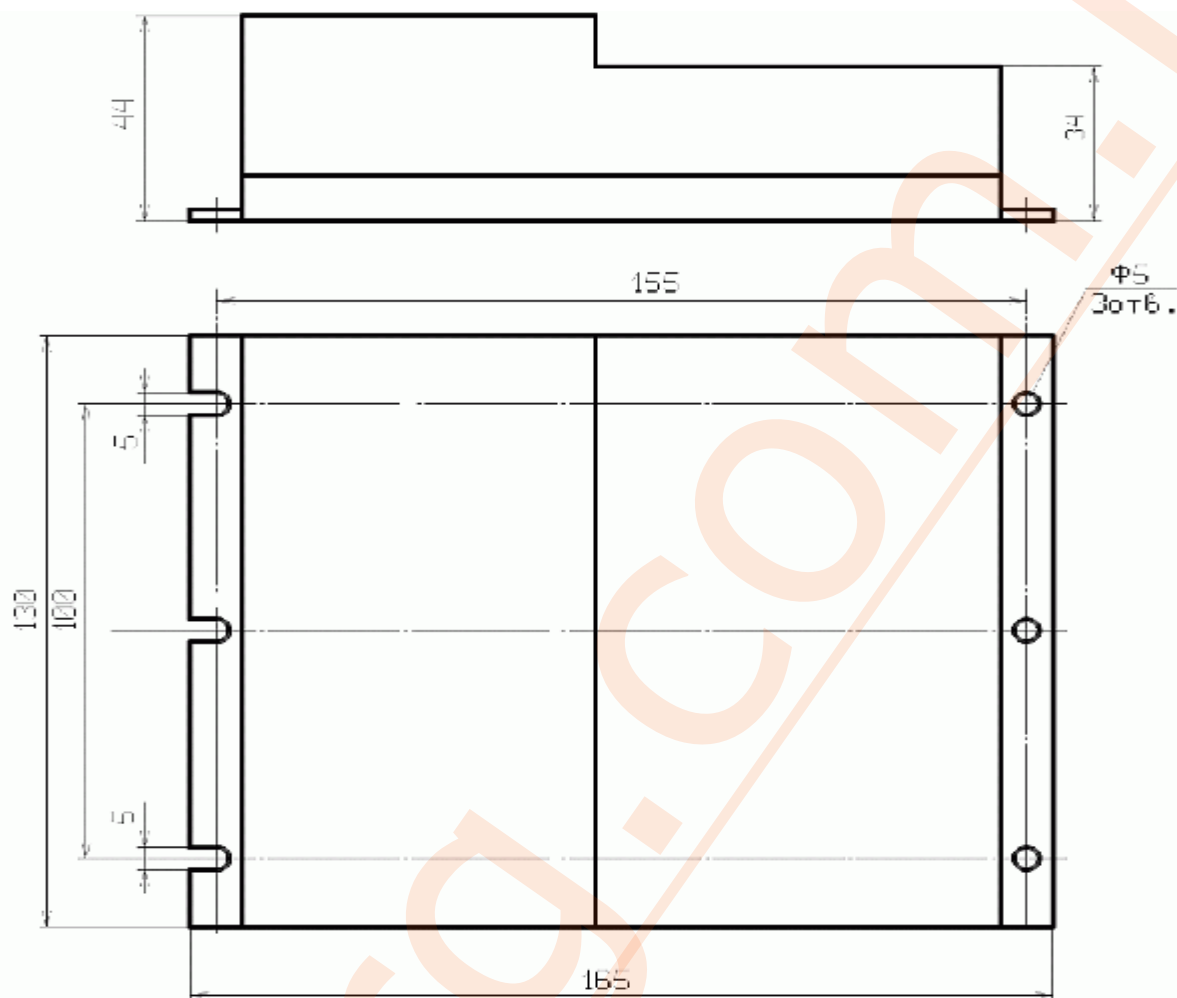
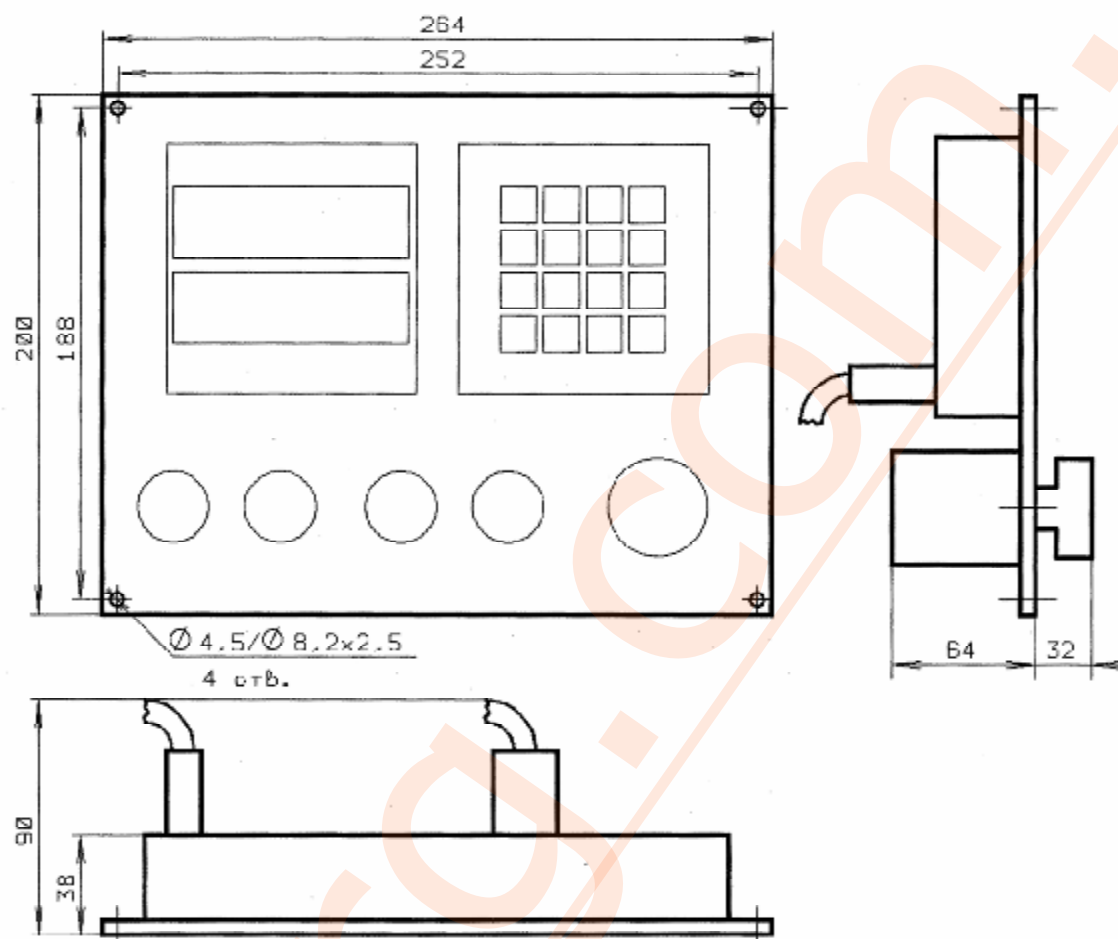
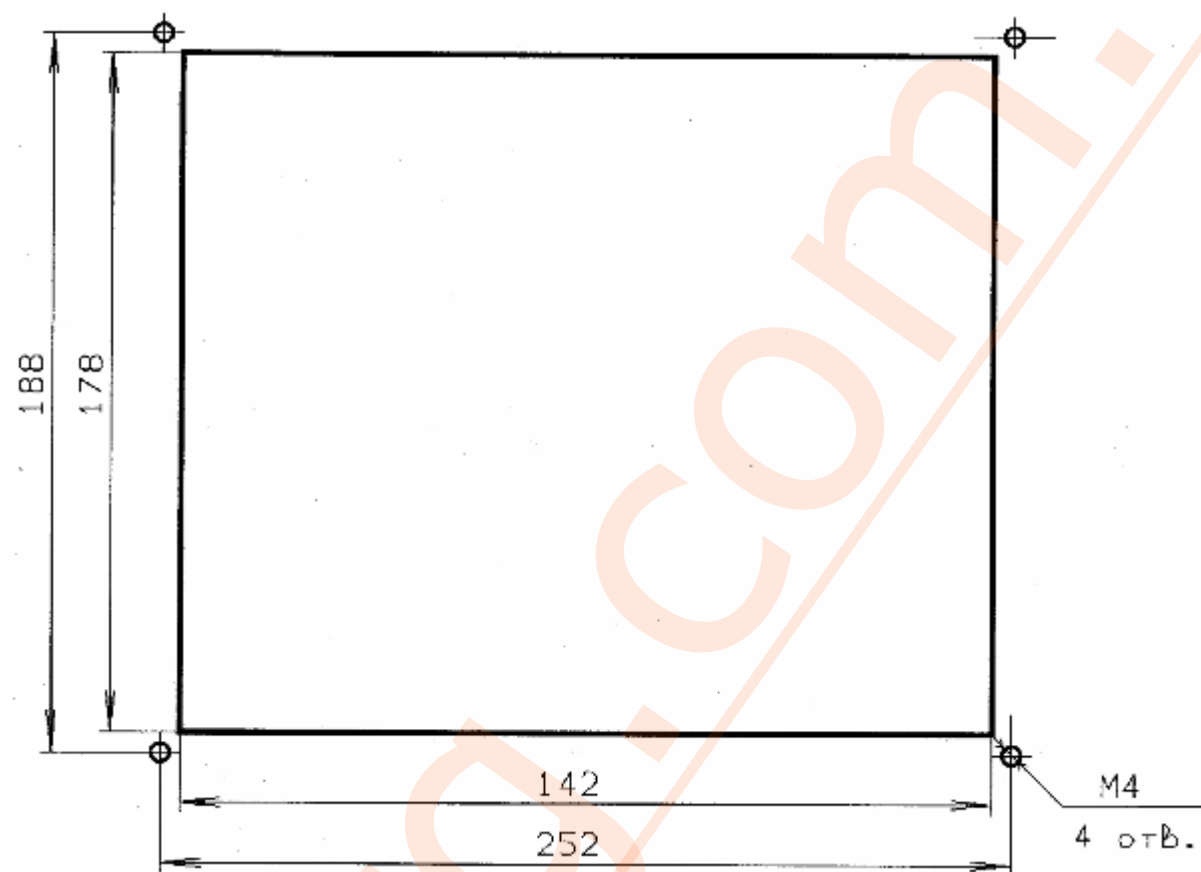

Рис.3.2
Рис.3.3
Рис.3.4
3.4. Габаритный чертеж и установочные размеры контроллерного блока приведены на рис.3.2, а пульта управления - на рис.3.3. Чертеж разметки для крепления пульта управления приведен на рис.3.4